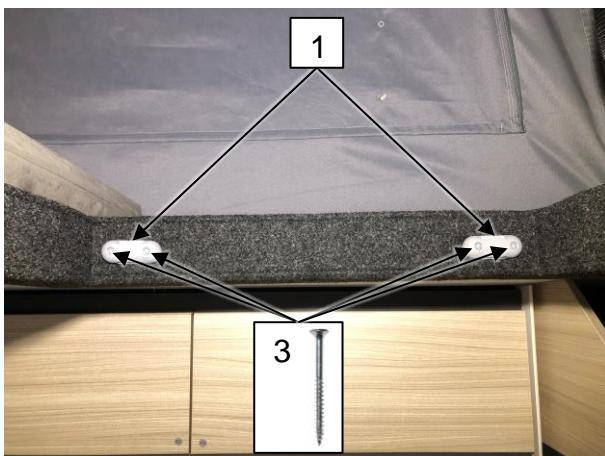

Abb. 9-1: Montage der Leiter im Fahrzeug / Mounting the hooks in the vehicle
- Die zwei Haltebügel (s. Abb. 9-1, 1) für die Leiter (2) in der Seitenwand des Dachausschnitts mit jeweils zwei Schrauben (Spanplattenschraube Senkkopf 4x50, 3) befestigen
- Die Leiter oben in die Haltebügel einhängen und unten auf dem Fahrzeughoden abstellen (2)
- Fasten the two retaining brackets (see Abb. 9-1, 1) for the ladder (2) in the side wall of the roof cut-out with two screws (chipboard screw countersunk head 4x50, 3)
- Hook the ladder into the bracket at the top and place it on the bottom of the vehicle (2)